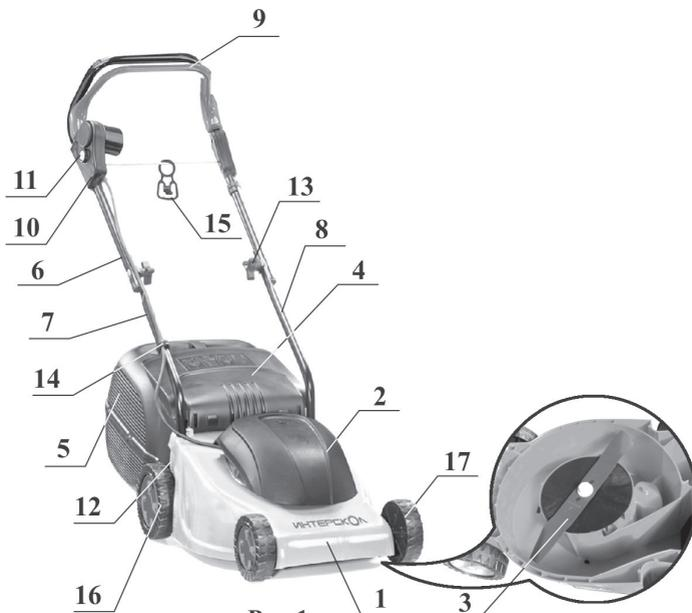

Рис.1.
- установите верхнюю рукоятку 6 согласно рис.1 и зафиксируйте ее крепежом 13 (входит в комплект поставки), закрепите кабель фиксатором 14 ;